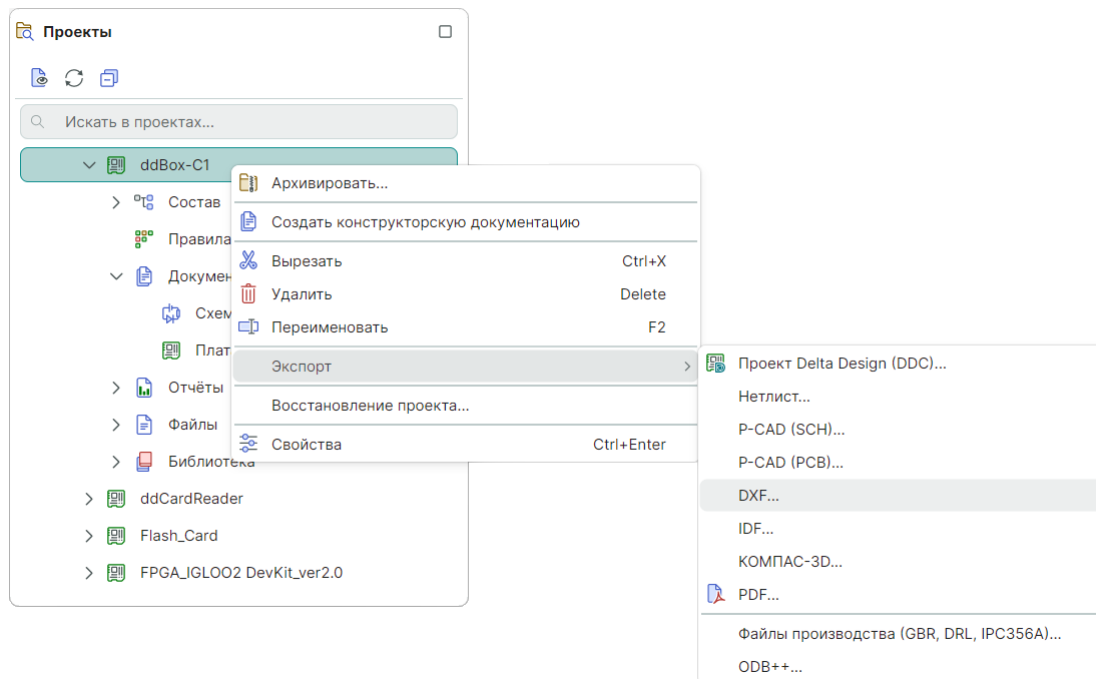

Рис. 18 Вызов экспорта из контекстного меню проекта
1. Вызовите контекстное меню для узла проекта и выберите «Экспорт» → «DXF...», см. Рис. 18.